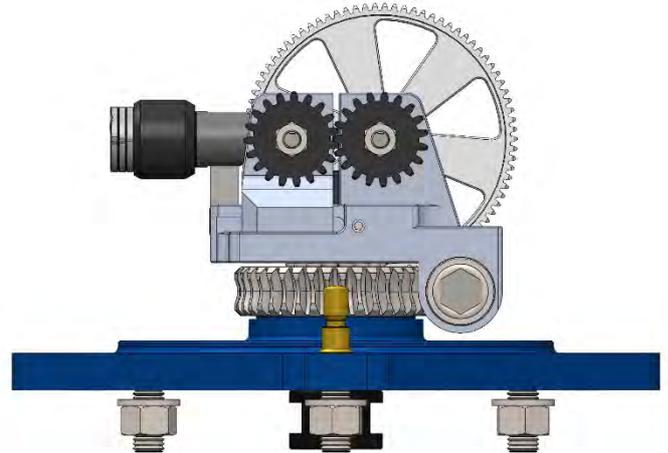

Figure 19
1. Retirez le couvercle ou ouvrez les protections latérales, comme expliqué dans les chapitres précédents. Figure 19;